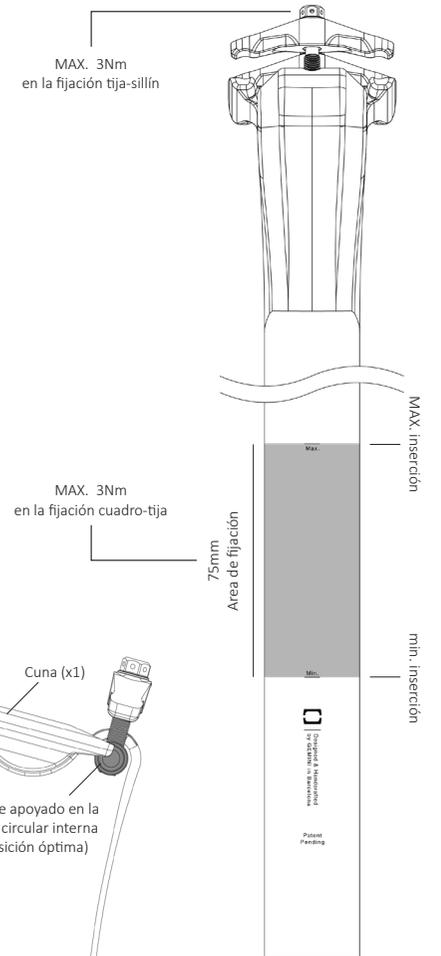

Imagen 3
- Respete el área de fijación delimitada por las marcas traseras de inserción mínima y máxima; fijar la tija fuera de la zona marcada puede causar daños al ciclista así como a terceras personas, e invalidar la garantía. **Imagen 3.**
⚠ Alinee la tija con su bicicleta considerando que su cara trasera es la que contiene las calcas correspondientes a el área de fijación. **Imagen 3.**